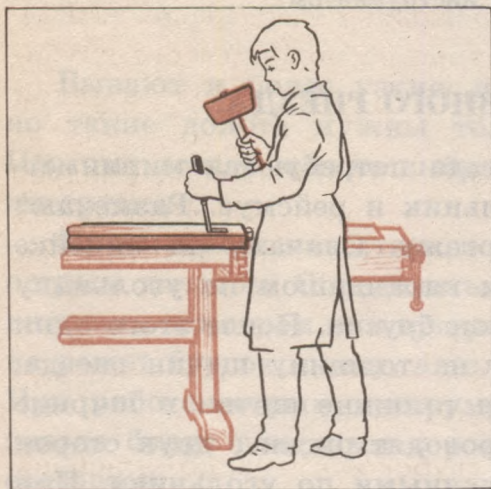

Рис. 109. Крепление деталей в зажимах верстака при долблении.
**Крепление деталей.** Перед тем как приступить к работе, размеченные детали закрепляют в зажимах верстака (рис. 109). Заготовка должна